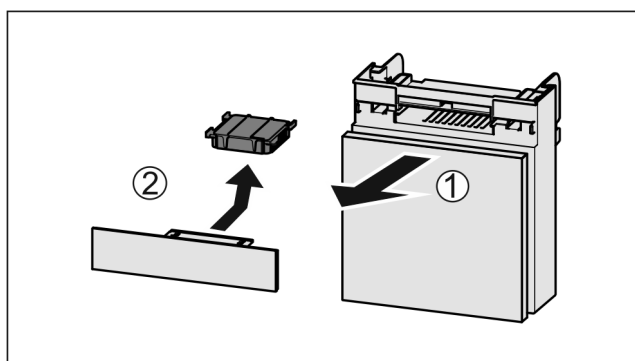

Fig. 34
- Wyciągnąć Fig. 34 (1) komorę do przodu.
- Wyjąć Fig. 34 (2) filtr z węglem aktywowanym.